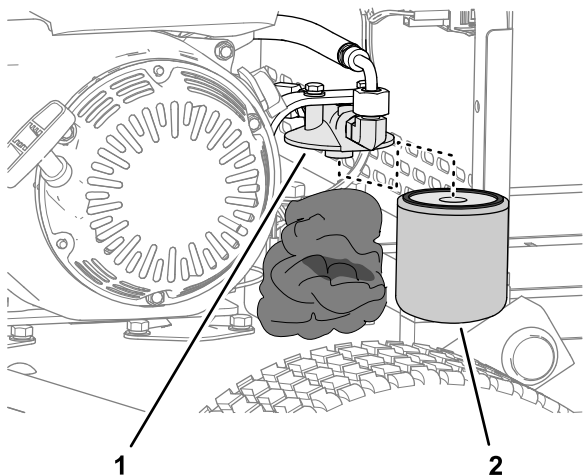

图 38
2. 将抹布塞在液压油过滤器下 图 38。
3. 小心取下液压油过滤器 图 38。
5. 用手将过滤器安装到滤头 图 38上直至垫片接触到滤头然后再将过滤器拧紧 3/4 圈。